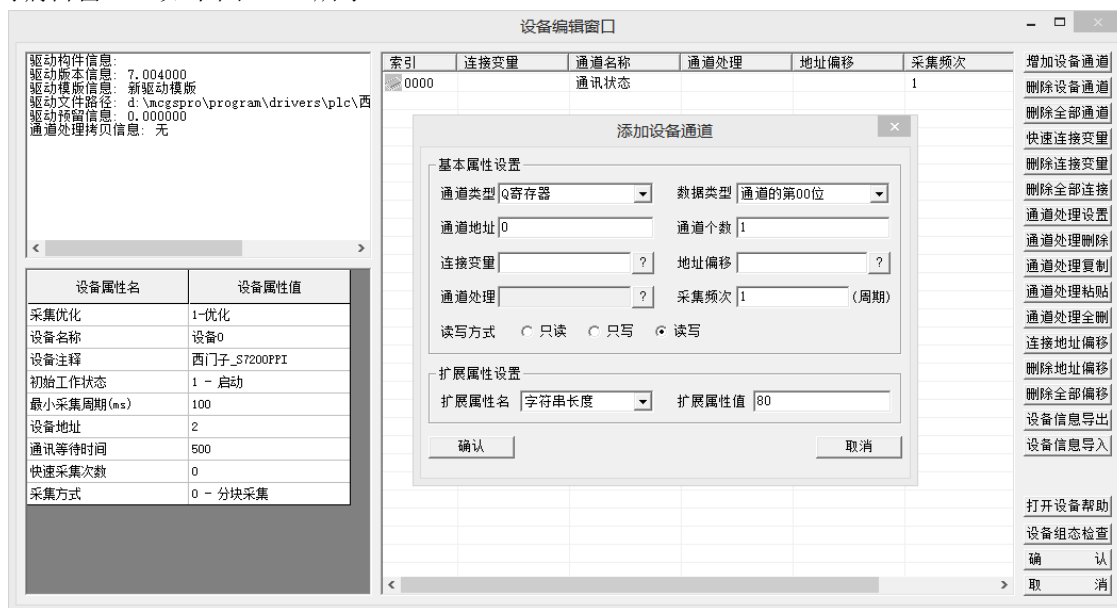

图 4.3.3
①Q0.0: 点击“增加设备通道”按钮, 弹出“添加设备通道”窗口, 选择通道类型为“Q 寄存器”, 通道地址为“0”, 数据类型为“通道的第00位”, 通道个数为1, 设置完成后点击确认, 返回到编辑窗口。如下图 4.3.3 所示。